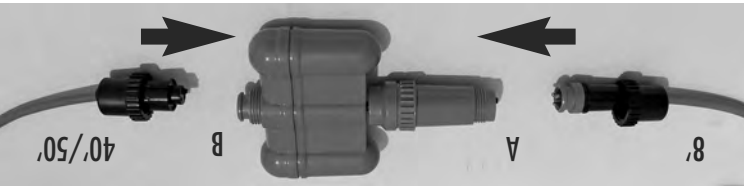

FIGURE S5
2) Insérez la fiche noire du câble long (40' ou 50' / 12,2 ou 15,2m) dans l'extrémité la plus large du raccord flottant (B), comme montré sur la Figure S5 et assurez-vous que les broches sont correctement alignées. Pressez fermement afin d'assurer une connexion solide.
4) Insérez la fiche bleue du câble court (8'/2,4m du nettoyeur au raccord) dans la petite extrémité du raccord flottant comme montré sur la Figure S5 et assurez-vous